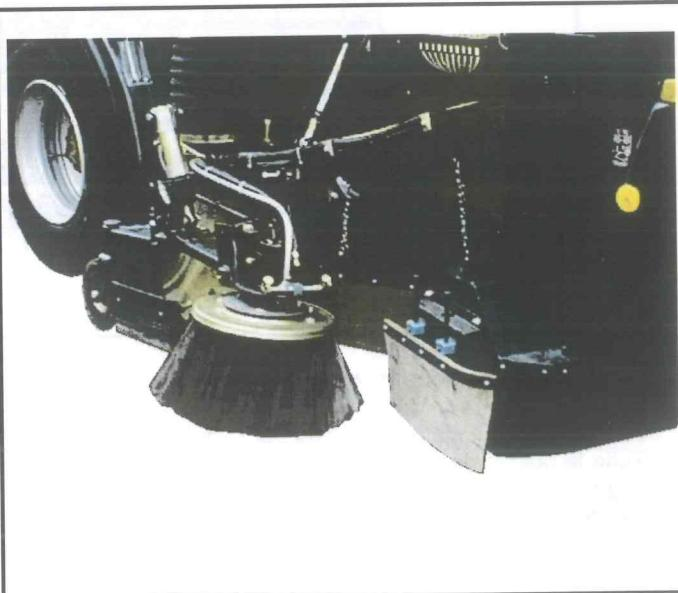

fig. 4
4. Gruppi spazzanti di serie (vedi fig. 4), la spazzola centrale (rullo) è posta sotto alla parte centrale del telaio mentre la spazzola laterale è posta tra le ruote anteriori e posteriori. Mentre la spazzola centrale è fissa come posizione, la spazzola laterale ha la possibilità di essere regolata in funzione del lavoro da svolgere.